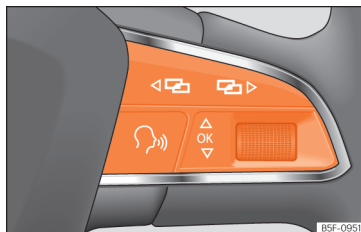

Abb. 82 Multifunktionslenkrad: Tasten zum Bedienen der Menüs im Kombiinstrument.
Solange eine Warnung der Priorität 1 vorliegt, **>>> Seite 80**, kann auf kein Menü zugegriffen werden. Einige Warnmeldungen können bestätigt und ausgeblendet werden über die Taste **OK** am Multifunktionslenkrad **>>> Abb. 82**.
- Falls eine Meldung oder das Fahrzeug-Piktogramm angezeigt wird, drücken Sie die Taste **OK** **>>> Abb. 82**; ggf. mehrere Male.
- Zum Menüwechsel verwenden Sie die Tasten **<|>** oder **>|>** **>>> Abb. 82**.
- Um das Menü oder die Informationsanzeige aufzurufen, die angezeigt wird, drücken Sie die Taste **OK** **>>> Abb. 82** oder warten Sie einige Sekunden lang bis das Menü oder die Informationsanzeige automatisch geöffnet werden.
- Im angezeigten Menü, drehen Sie das rechte Rädchen am Multifunktionslenkrad **>>> Abb. 82** bis der gewünschte Menüpunkt markiert ist. Der Menüpunkt wird umrahmt dargestellt.
- Drücken Sie die Taste **OK** **>>> Abb. 82**, um die gewünschten Änderungen vorzunehmen. Eine Markierung zeigt an, dass die entsprechende Funktion bzw. das System aktiviert sind.
Drücken Sie die Taste **<|>** oder **>|>** **>>> Abb. 82**.